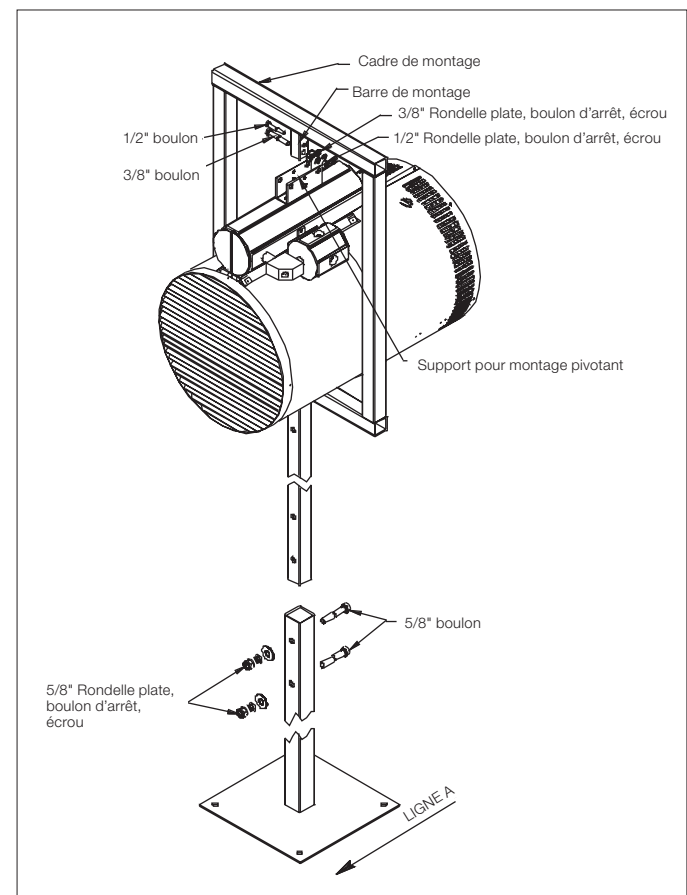

Figure 7 – Fixation sur pied
- 4.2 Positionner la base du pied sur le plancher, à l'orientation souhaitée. Assurer que la « LIGNE A » (Figure 7, page 19), la ligne perpendiculaire entre les trous de boulonnage de la barre de fixation, sont pointées dans le sens de circulation préféré.